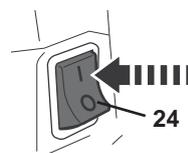

Fig. 24
- > S'assurer que la chaîne de scie (3) ne rencontre aucun obstacle avant de démarrer le moteur.
- > Placer le commutateur de marche (24) sur « I » (Fig. 24).
- > S'assurer que le frein de chaîne de sécurité est activé en poussant la protection avant (2) à fond. (Voir plus haut, page 31). La chaîne ne peut démarrer si le frein est activé.
- > Tirer le levier du démarreur (25) à fond et l'enfoncer. Le démarreur est maintenant en position OUVERTE et l'accélérateur en ralenti rapide.
- > Maintenir l'outil sur le sol en posant le pied sur la protection arrière (10).